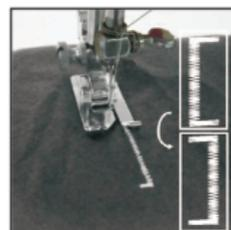

Fig.20
- (5) Levante el prensatelas, girando la tela 180 ° (Fig. 20).